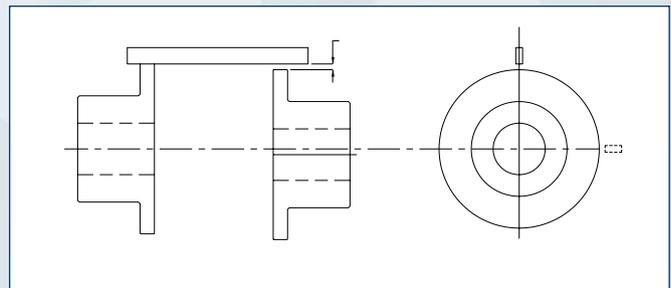
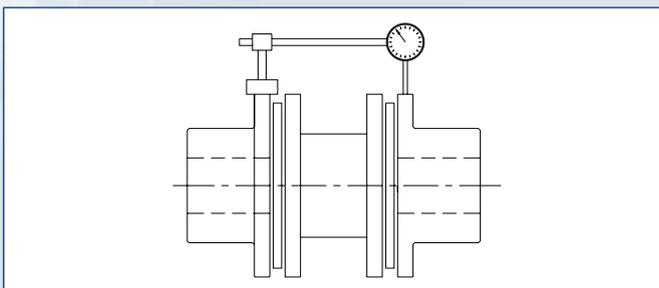

Abb. 6 / Fig. 6
Abb. 7 / Fig. 7
1. Die erste parallele Ausrichtung kann überprüft werden, indem man ein Lineal über den Nabenflansch (Abb. 6, Seite 60) verwendet, um den ungefähren Abstand (r) – wie in Tabelle 4 dargestellt – zu messen. Eine präzisere Messmethode ist die Verwendung einer Messuhr, wobei die parallele Verschiebung an mindestens zwei Stellen, die 90° voneinander entfernt sind, bei rotierender Nabe gemessen wird. Dies ist in Abbildung 7, Seite 60 dargestellt.
1. Initial parallel alignment can be checked by using a straight-edge across the hub flanges (per Fig. 6, page 60) to measure the approx. distance (r) as shown in Table 4. A more precise method is using the dial indicator whereby the parallel off-set is measured in at least two places 90° apart while rotating one hub. This is shown in Fig. 7, page 60.